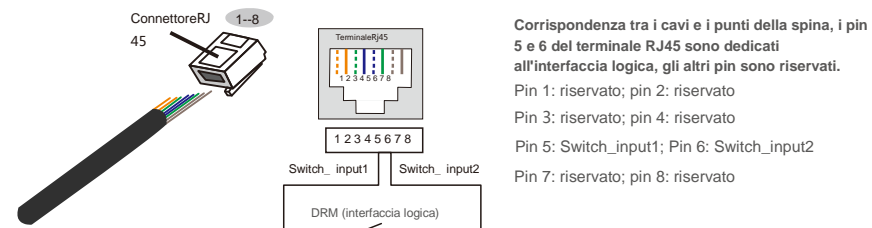

Figura 4.12 Spellare la guaina isolante e collegare alla spina RJ45
2. Utilizzare lo spellacavi di rete per rimuovere la guaina isolante del cavo di comunicazione. Collegare il cavo alla spina RJ45, rispettando la sequenza di linee standard della figura 4.12, quindi serrare con una pinza crimpatrice per cavo di rete.